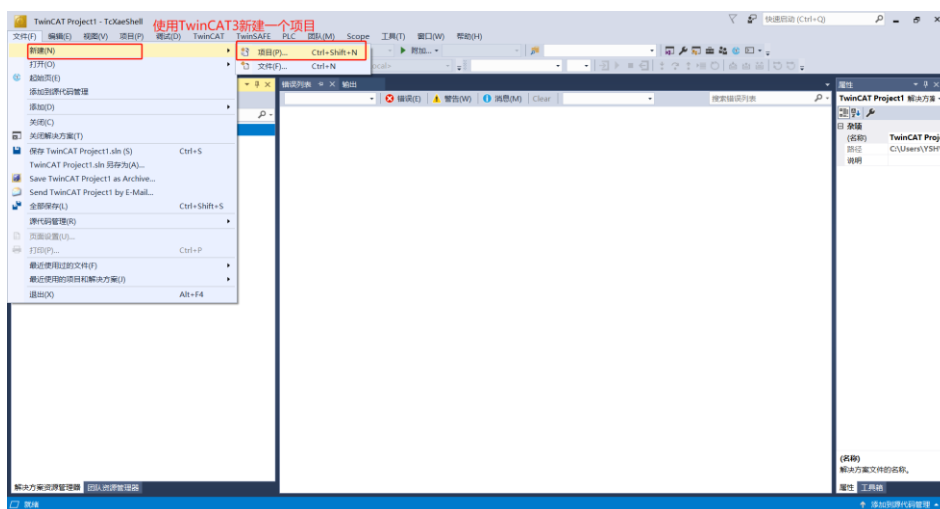

图 1-4 新建项目
1、打开 TwinCAT3 选择文件新建->项目如图 1-4 所示：